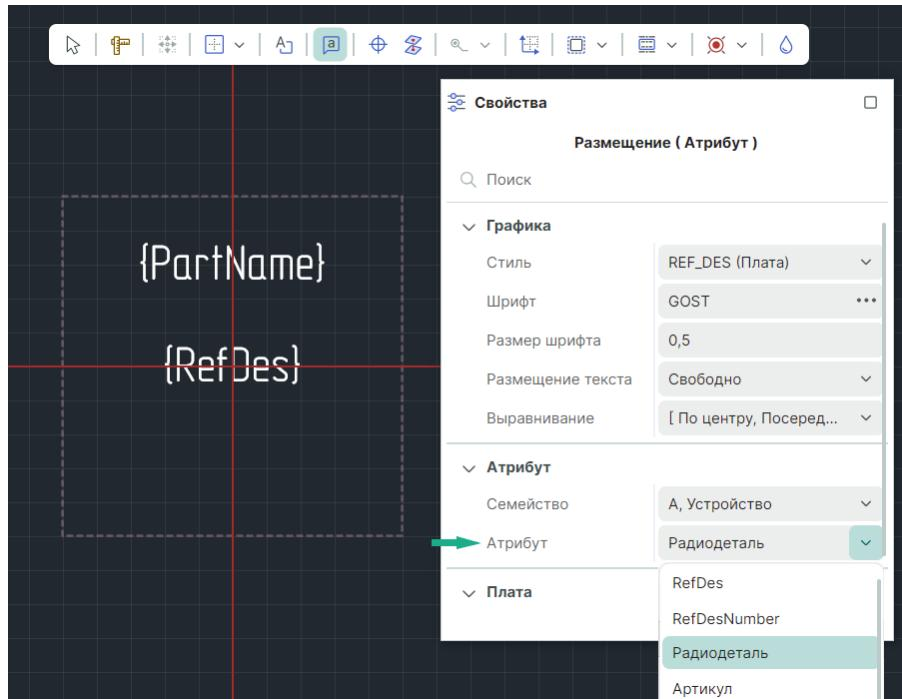

Рис. 111 Выбор атрибута семейства при размещении
3. Выберите необходимые параметры атрибута на панели «Свойства», см. Рис. 111.